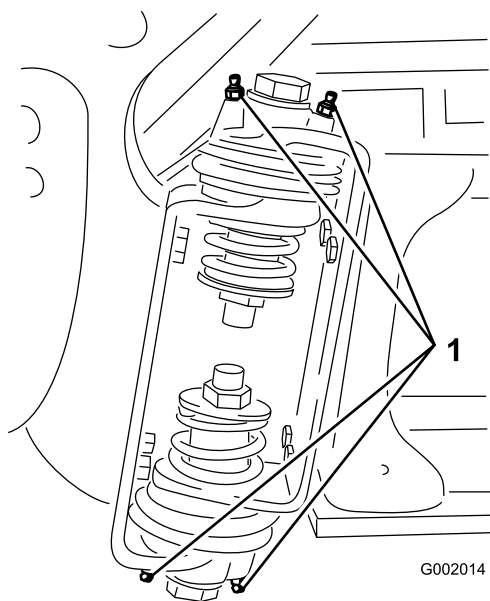

Figure 43
2. Injectez la graisse dans le roulement ou la bague de chaque graisseur (Figure 43).